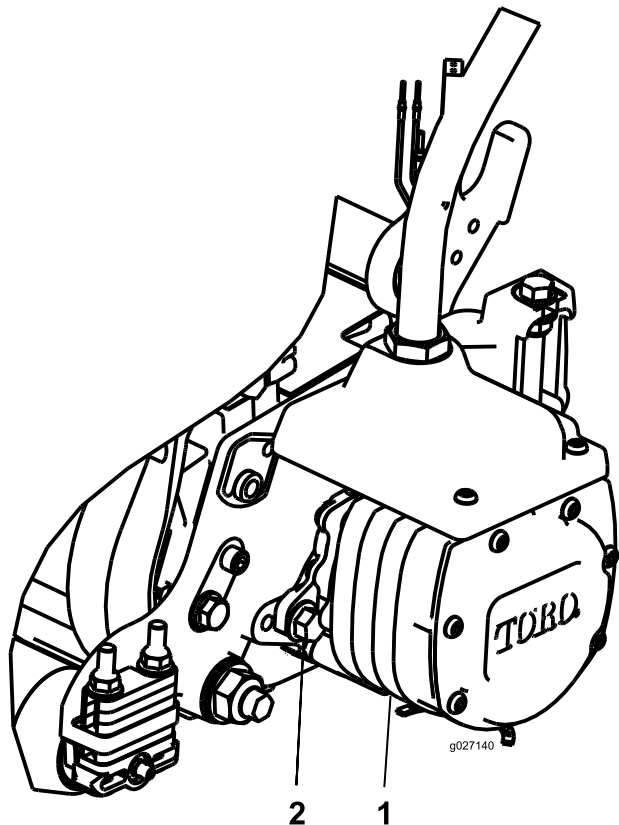

Figura 24
- Aliniați motorul la unitatea de tăiere, astfel încât flanele motorului să elibereze uruburile în sensul acelor de ceasornic (Figura 24).